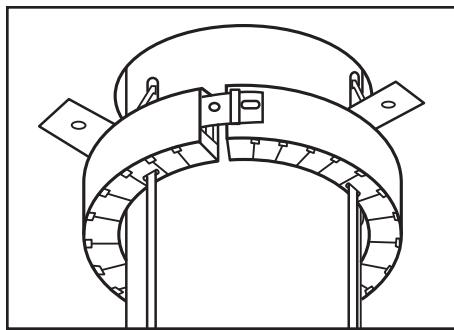

Figura 3: cierre el PPD en la primera posición con la primera pestaña.
- C. Cierre el PPD únicamente en el **primer** tope. Para hacerlo, deslice la pestaña metálica dentro del aro que sobresale y ubique el PPD a 50 mm (2 pulg.) de la superficie de la pared o el sustrato (Figura 3).